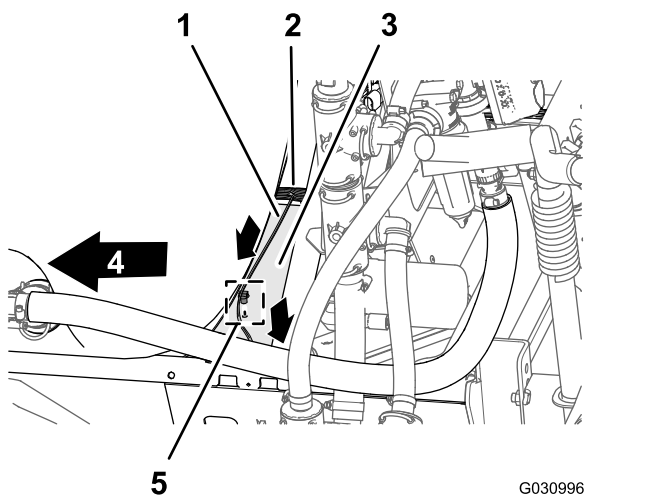

Figura 94
1. Enrute la rama de 86.6 cm del arnés de cables del solenoide de la bomba de fumigación por encima del perfil del bastidor del fumigador y hacia abajo hasta el solenoide de la bomba del fumigador (Figura 94).
2. Introduzca la grapa de la rama de 86,6 cm del arnés de cables en el orificio del perfil del bastidor del fumigador (Figura 94).